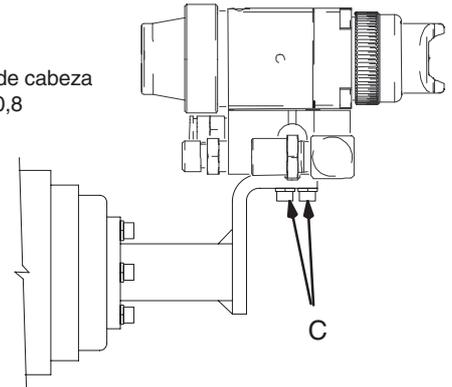

Fig. 3
Para montar la pistola en un soporte estacionario, vea la Fig. 3. Consulte también la **Disposición de los orificios de montaje**, en la página 28. Sujete la pistola en el soporte con los dos tornillos de cabeza M5 x 0,8 (C). Los tornillos deben ser lo suficientemente largos como para engranar los orificios roscados del colector de la pistola a una profundidad de 6 mm. La punta de la pistola debe quedar a una distancia de 150 a 200 mm de la superficie del objeto que esté siendo pintado.